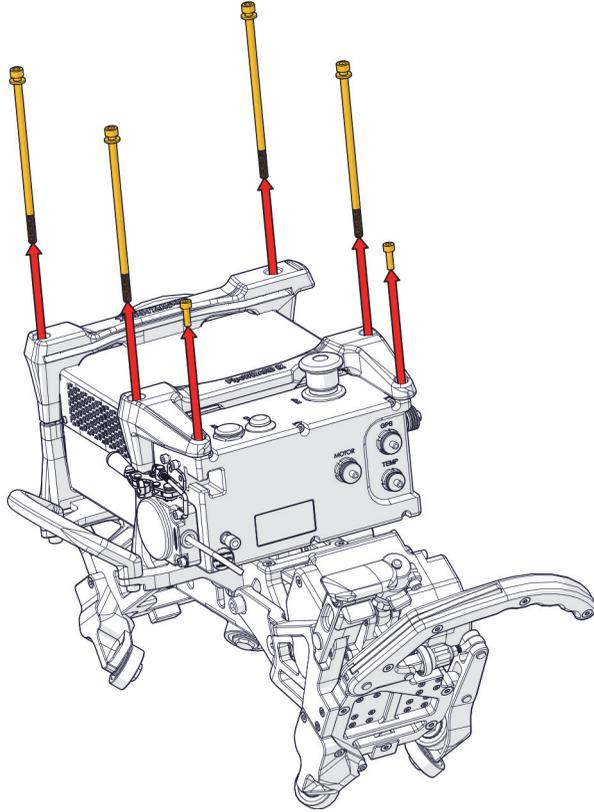

图2-1 拆下6个安装螺钉
1. 从采集单元上拆下6个安装螺钉（4个螺钉为6毫米，2个螺钉为5毫米）（参见第83页的图2-1）。